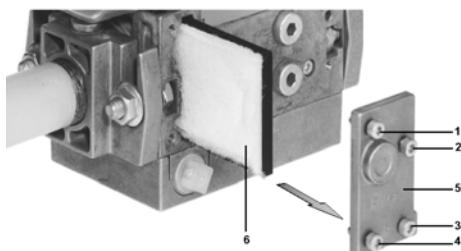

Рис. 22
- 2 Отвинтите винты 1 + 4 шестигранным ключом № 3 и снимите крышку фильтра 5 на Рис. 22.